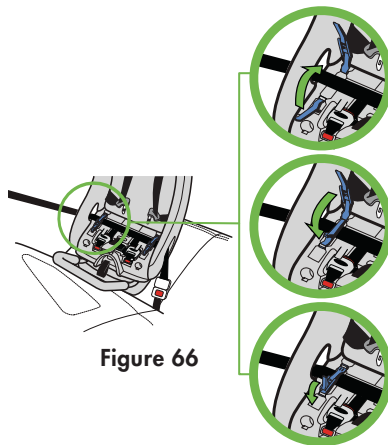

Figure 66
- En tenant fermement la ceinture du véhicule, verrouillez les deux dispositifs de blocage, tel qu'illustré dans la **Figure 66**.